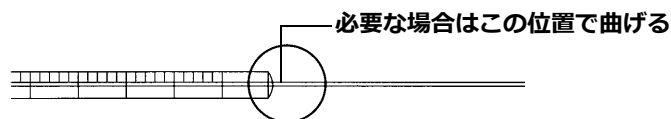

図 39 シリンジの点検
- 1 清潔な平面の端でシリンジを転がします。ニードルの先端が円を描く場合は、シリンジバレルに接続するニードルの付け根付近でニードルを少し曲げ、シャフトをまっすぐにしてから、再びシリンジを転がしてチェックします (図 39)。